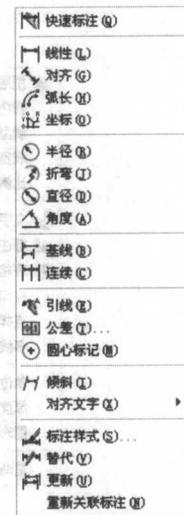

图 1-1-7
(6) 标注: 标注菜单命令主要包含 AutoCAD 所有的标注命令, 如线性、对齐、半径、直径、公差以及标注样式等, 效果如图 1-1-7 所示。